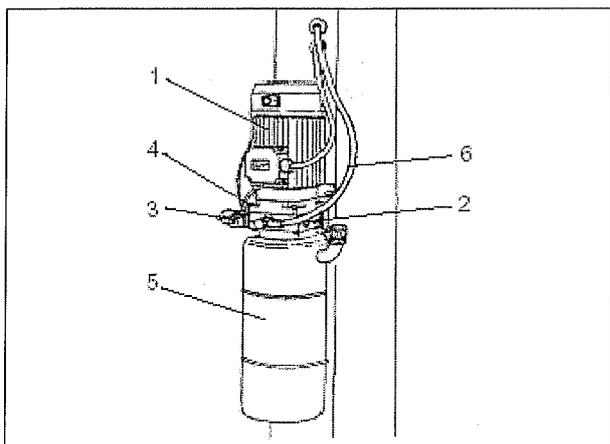

Рис. 5 Гидравлический силовой блок
- 2 гидроцилиндров (8), осуществляющих подъем кареток, прикрепленных анкерными болтами к пластинам на стойках подъемника.
- 1 гидравлического силового блока (см. Рис. 5), расположенного на командной стойке, обеспечивающего работу гидроцилиндров.
### Гидравлический силовой блок (Рис.5)